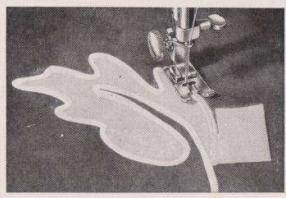

Fig. 52.
- Eller också ritar Ni upp applikationen på en tygbit och syr fast den med smala (stygnbredd 1) och korta (stygnlängd 1) sicksäckstygn. Tyget klipps sedan intill stickningen, varefter Ni syr över kanten med bredare sicksäck och tåta stygn som en träns. Överträden skall då vara lössare spänd så att tränsen ligger vackert (fig. 52).